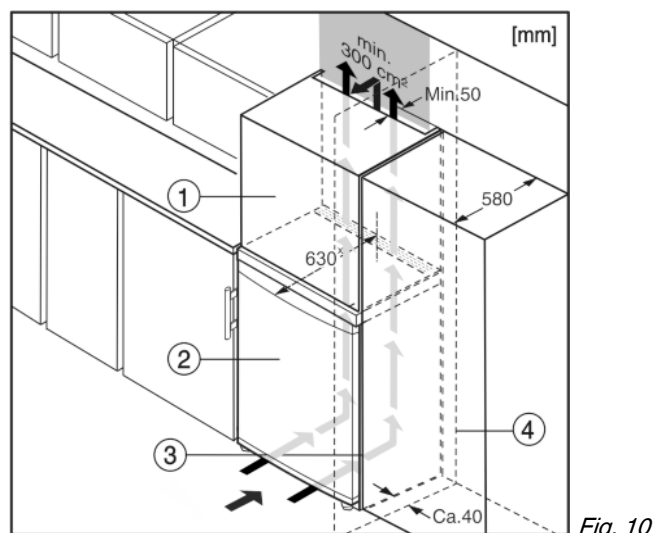

Fig. 10
Het apparaat Fig. 10 (2) kan worden ingebouwd in de keuken. Om het apparaat aan de hoogte van het keukenblok aan te passen, kunt u er een passende opbouwkast Fig. 10 (1) op plaatsen.
Bij een ombouw met keukenkasten (diepte max. 580 mm) kan het apparaat direct naast de keukenkast Fig. 10 (3) worden geplaatst. Het apparaat steekt aan de zijkant 34 mm^x en in het midden 50 mm^x uit ten opzichte van het keukenkastfront.
Plaatst u het apparaat met de scharnierkant naast een muur Fig. 10 (4), dan moet de afstand tussen apparaat en muur minstens 40 mm bedragen. Dit in verband met het uitsteken van de deurgreep bij een geopende deur.